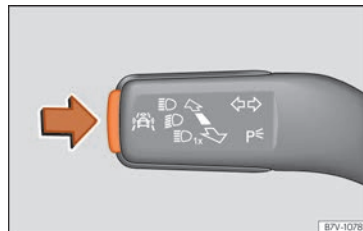

Fig. 48 Sur le levier des clignotants et des feux de route : touche des systèmes d'aide à la conduite.
- Appuyez brièvement sur la touche » fig. 48 dans le sens de la flèche pour ouvrir le menu **Assistants**.